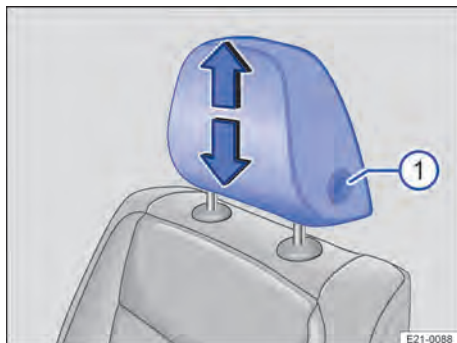

Fig. 71 Primeira fileira de bancos: ajustar o apoio para cabeça.
1. Deslocar o apoio para cabeça no sentido da seta e, com o botão pressionado → Fig. 71 , empurrar para cima ou para baixo.